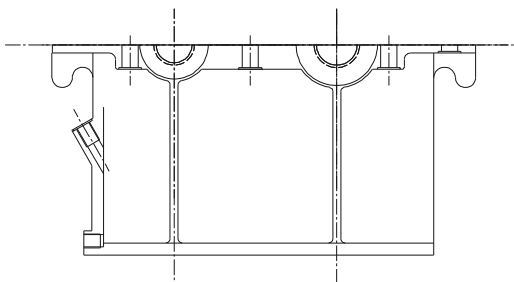

图 8-3-19
STEP 22 对筋板中多余的线段进行剪切，对箱体的底座线进行剪切，对探油孔多余的线进行剪切，效果如图 8-3-19 所示。